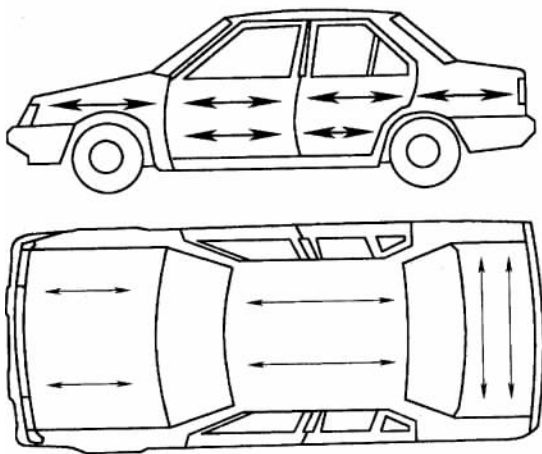

图 3-19 沿着车身轮廓线的方向进行打磨
④ 打磨时也不要进行圆周运动,否则会产生在表面涂层下可见的磨痕。为了获得最好的打磨效果,应该始终沿与车身轮廓线相同的方向进行打磨,如图 3-19 所示。为了获得平整的效果,也可以采用十字叉花的打磨方法。